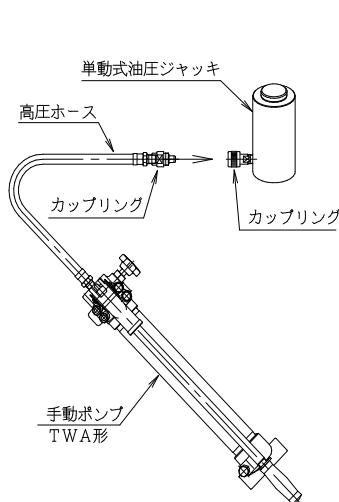
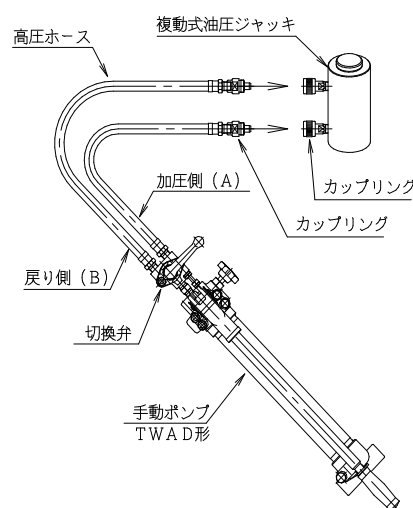

図10.
図11.
- ジャッキとポンプを高圧ホースで接続して下さい。（図10、図11参照）